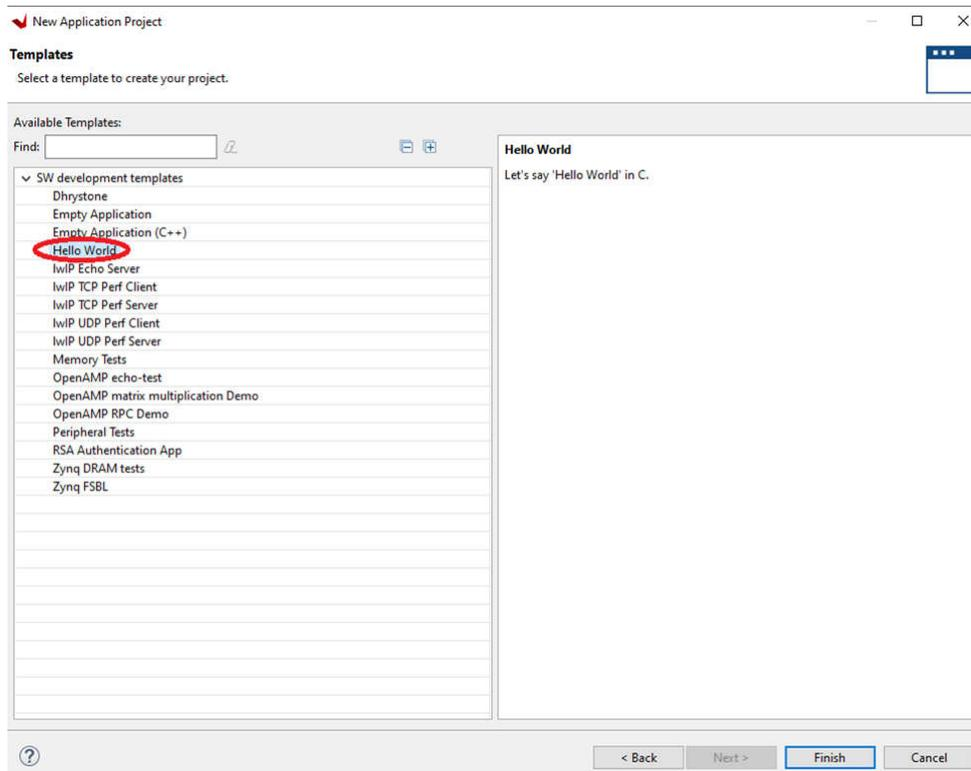

图 7-6. 选择模板
6. 从模板列表中选择 *Hello World* , 然后点击 *Finish* (请参阅图 7-6) 。